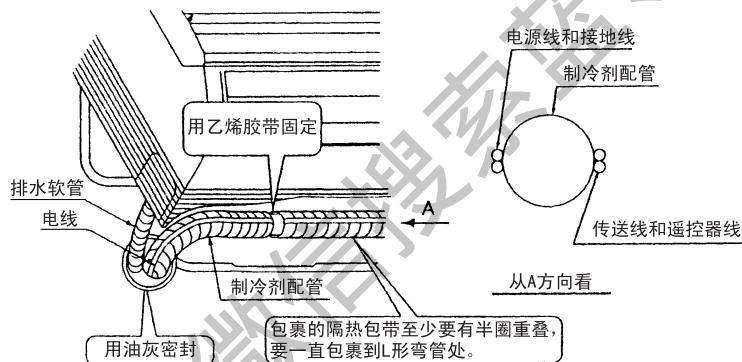

图10
8. 连接配管。（请参看“2.1.5 制冷剂配管的安装”和图 10）